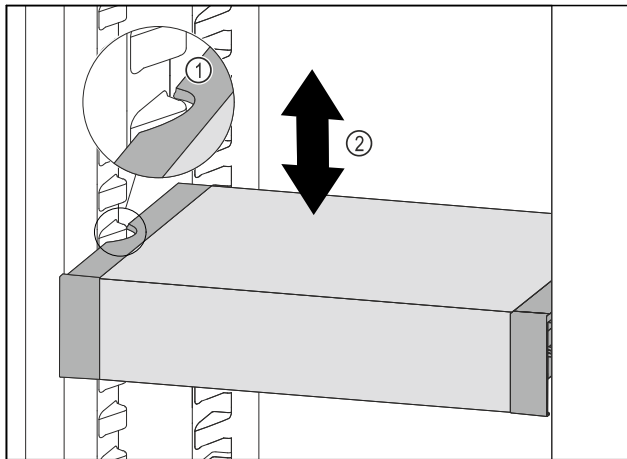

Fig. 106
- Tirer le VarioSafe vers l'avant jusqu'à ce que les encoches latérales du VarioSafe soient à la hauteur de la nervure du bac dans la partie réfrigérateur. Fig. 106 (1)
- Déplacer le VarioSafe vers le haut ou vers le bas dans la partie réfrigérateur jusqu'à ce que la hauteur souhaitée soit atteinte. Fig. 106 (2)